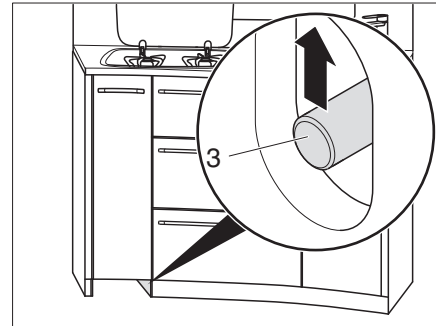

Fig. 126 Déverrouiller les tiroirs de cuisine
- Pousser la tige de poussée (Fig. 126,3) vers le haut.